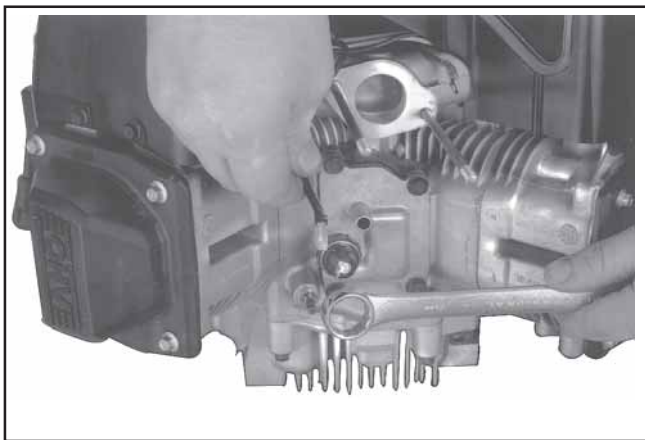

Figure 9-27. Dépose du pressostat Oil Sentry™.
2. Retirer le pressostat Oil Sentry™ du couvercle du reniflard (voir la Figure 9-27).